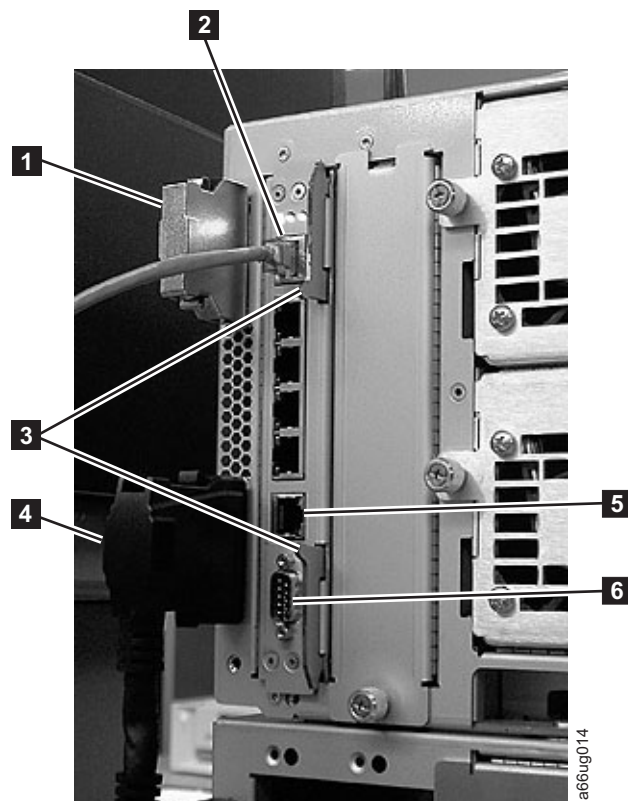

Figura 11-6. Unidad blade de control de biblioteca
2. En la unidad LCB (Figura 11-6 en la página 11-11), desconecte el cable Ethernet (2 de la Figura 11-6 en la página 11-11) pinchando la pestaña para soltar el cable y tirando del conector para extraerlo de la unidad LCB.
Nota: hay seis ranuras debajo del cable Ethernet. Las cuatro ranuras superiores están reservadas para utilizarlas en el futuro. Las dos ranuras inferiores están diseñadas como puerto Ethernet (5 de la Figura 11-6 en la página 11-11) y puerto serie (6 de la Figura 11-6 en la página 11-11) y están reservadas para el uso del personal de servicio técnico de IBM.
3. Sujete los dos pestillos (**3** de la Figura 11-6) situados junto a la parte superior e inferior de la unidad LCB. Presione simultáneamente los pestillos hacia la izquierda y después tire de los mismos para extraerlos de la unidad LCB.